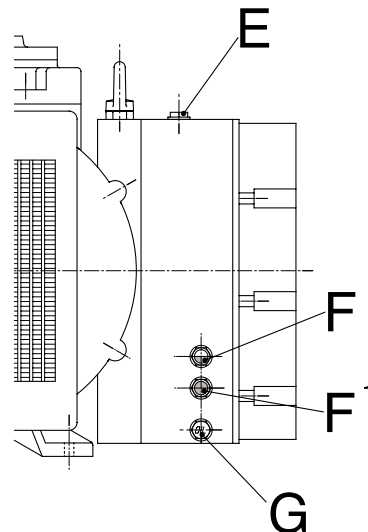

Abb.8
Führen Sie die Erstbefüllung durch den Stopfen (E) bis zur Hälfte des Schauglases (F) durch und schließen Sie den Stopfen (E) (Abbildung 8).